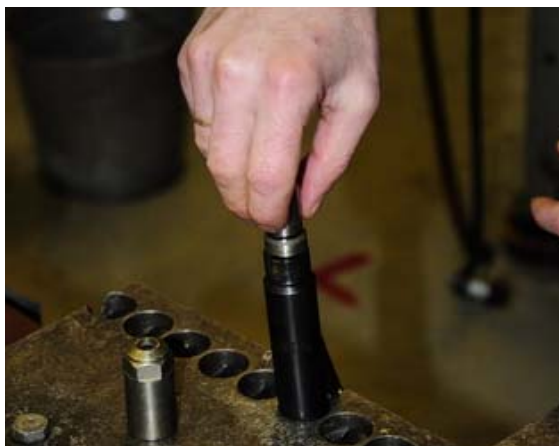

Рис. 3.240 – Снятие проставки распылителя
4. Снять проставку 4 (рис. 3.240).